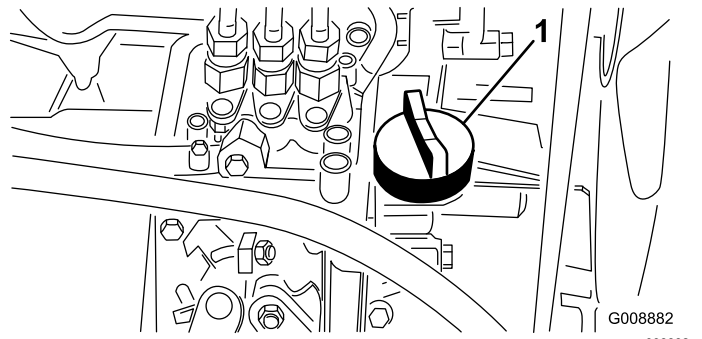

图 28
4. 如果油位较低请取下加油盖 (图 28) 缓慢添加少量机油不时检查油位直至油位达到量油尺上的“已满”标记。